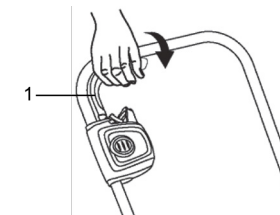

Fig. 14
2. Pour éteindre l'appareil, relâchez la poignée marche/arrêt (1) (fig. 14).